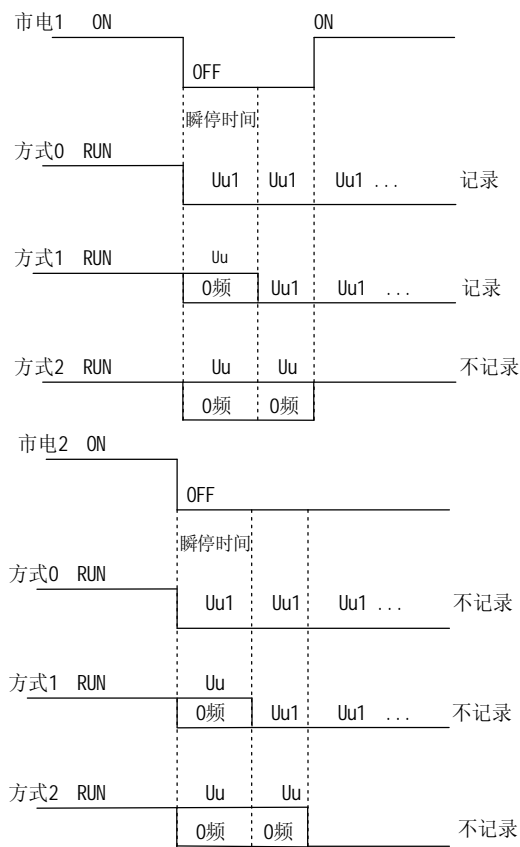

图 5-1-7 瞬停处理
- 如停机时出现欠压，则只告警 Uu, 此时电机起动不起来。如图 5-1-7 所示：
- 如运行时出现欠压，报 Uu 或 Uu1，如图 5-1-7 所示；发生 Uu 时，封锁脉冲，进入零频运行。恢复，则 Uu 消失；